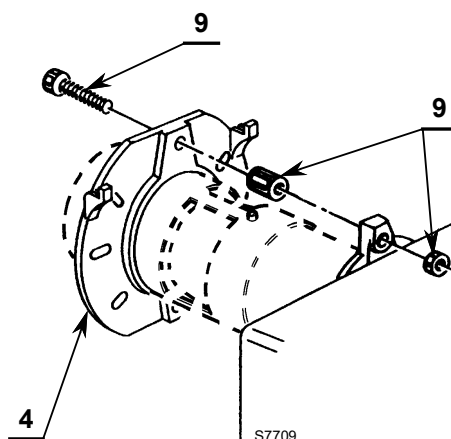

Fig. 9
- Inserire sulla flangia 4)(Fig. 9) la vite e i due dadi 9).